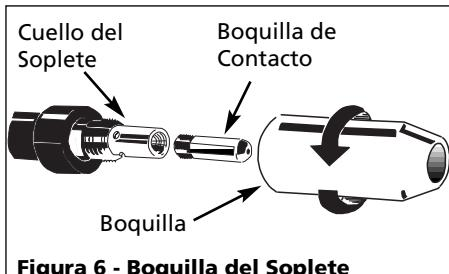

Figura 6 - Boquilla del Soplete
7. Para desconectar la boquilla, gírela en sentido contrario a las agujas del reloj. Después, desconecte la boquilla de contacto del extremo del soplete (Vea la Figura 6). Conecte la soldadora a un tomacorrientes adecuado.
9. Cuidadosamente coloque el sistema de contacto y atornílelo al extremo del soplete. Para instalar la boquilla, gírela en **el mismo sentido de las agujas del reloj** (Vea la Figura 6). Corte el alambre a aproximadamente 6,4 mm (1/4") de la boquilla.